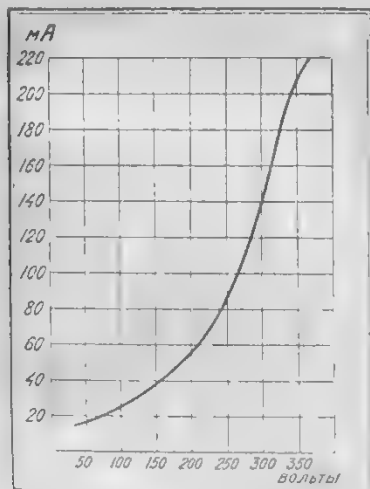
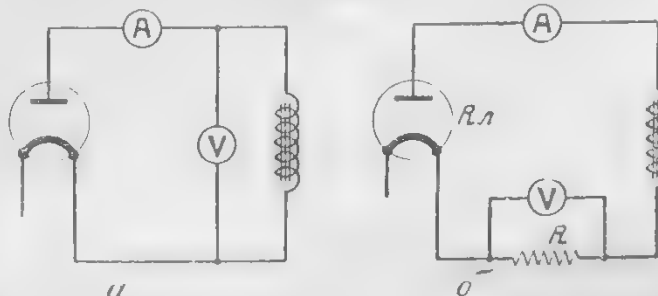

Рис. 4. Характеристика кенотрона КЛ.
Рис. 3. Принципиальные схемы включения кенотрона.
приключиться к средней точке пяти накала. Это упрощает в выпрямителе схему трансформатора, лишая его среднего вывода с обмотки накала. Характеристики лампы даны на рис. 4.
Воспользовавшись характеристикой (рис. 4), мы видим, что уже подходит к 400 вольтам на аноде, мы приближаемся к току насыщения. Это мы получаем, включая лампу по схеме, данной на рис. 3-а).
Если мы взглянем на схему рис. 3-б, то мы увидим, что последовательно с питающей обмоткой трансформатора включено некоторое сопротивление R , которое и является, по существу, нашей нагрузкой (например, приемник, передатчик и пр.), на концах которой
В схеме же рис. 3-а мы имели увеличение тока в связи с увеличением напряжения. Составляя эти два результата мы заключаем, что нельзя в выпрямительной схеме, например, при токе насыщения $= 280$ мА и тех же 500 вольт на обмотке трансформатора получить в нашей нагрузочной цепи те же 500 вольт. Это подтверждается следующим расчетом: в
1) Рис. 3 изображает принципиальную схему для простоты указки нормальный кенотрон.